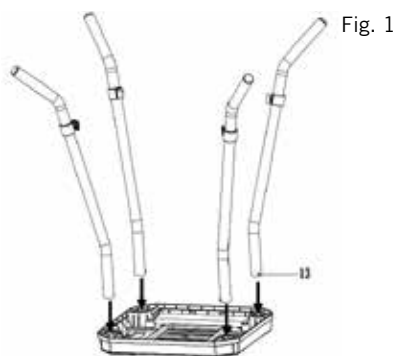

Fig. 2
4. Insérez la tablette pour poser [15] (Fig. 2). Sur les tubes du pied se trouvent des supports correspondants [14] qui doivent s'enclencher dans la surface pour poser (Fig.2).